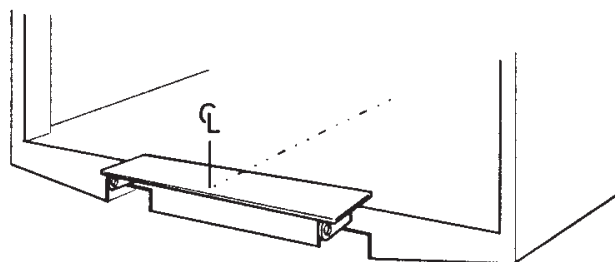

Abbildung 16. Schrauben oder Punktschweißen der Montagevorrichtung an der Hecktraverse Art.-Nr. 51724 für Z 1500/2000 Art.-Nr. 52312 für ZL 1500/2000
2. Schrauben oder punktschweißen Sie die Montagebasis an der Hecktraverse, sodass der jeweilige Mittelpunkt überlappt. Siehe "Abbildung 16. Schrauben oder Punktschweißen der Montagevorrichtung an der Hecktraverse Art.-Nr. 51724 für Z 1500/2000 Art.-Nr. 52312 für ZL 1500/2000" auf Seite 17.